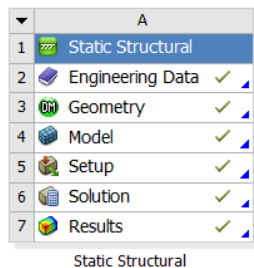

图 18-19 完成的分析项目
- 1) 单击 Mechanical 界面右上角的“关闭”按钮，退出 Mechanical 返回到 Workbench 主界面。此时主界面中的项目管理区中显示的分析项目均已完成，如图 18-19 所示。